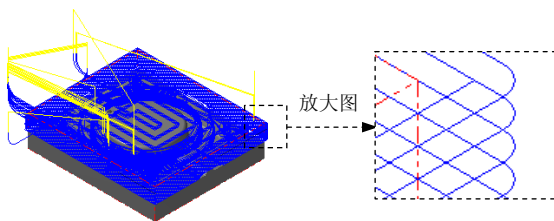

图 12.9 刀具路径
(1) 在 “曲面粗加工挖槽” 对话框中单击 **粗加工参数** 选项卡, 在 **Z 轴最大进给量** 文本框中输入 1, 然后在 **进刀选项** 区域选中 **✓ 由切削范围外下刀** 复选框和 **✓ 螺旋式下刀** 复选框。
(2) 单击 **螺旋式下刀** 按钮, 系统弹出 “螺旋/斜插进式下刀参数” 对话框。单击 “螺旋/斜插进式下刀参数” 对话框中的 **斜插进刀** 选项卡, 在 **如果斜插下刀失败** 区域选中 **中断程序** 单选项。单击 “螺旋/斜插进式下刀参数” 对话框中的 **✓** 按钮。
(3) 单击 **切削深度 (D)...** 按钮, 在系统弹出的 “切削深度设置” 对话框中选中 **绝对坐标** 单选项, 然后在 **绝对的深度** 区域的 **最高位置** 文本框中输入 5, 在 **最低位置** 文本框中输入 -13。单击 **✓** 按钮, 系统返回至 “曲面粗加工挖槽” 对话框。
(4) 单击 **间隙设置 (G)...** 按钮, 在系统弹出的 “刀具路径的间隙设置” 对话框中选中 **✓ 切削顺序最佳化** 复选框, 在 **切弧的半径** 文本框中输入 10.0, 在 **切弧的扫描角度** 文本框中输入 90.0。单击 **✓** 按钮, 系统返回至 “曲面粗加工挖槽” 对话框。
Step11. 单击 “曲面粗加工挖槽” 对话框中的 **✓** 按钮, 完成加工参数的设置, 此时系统将自动生成图 12.9 所示的刀具路径。